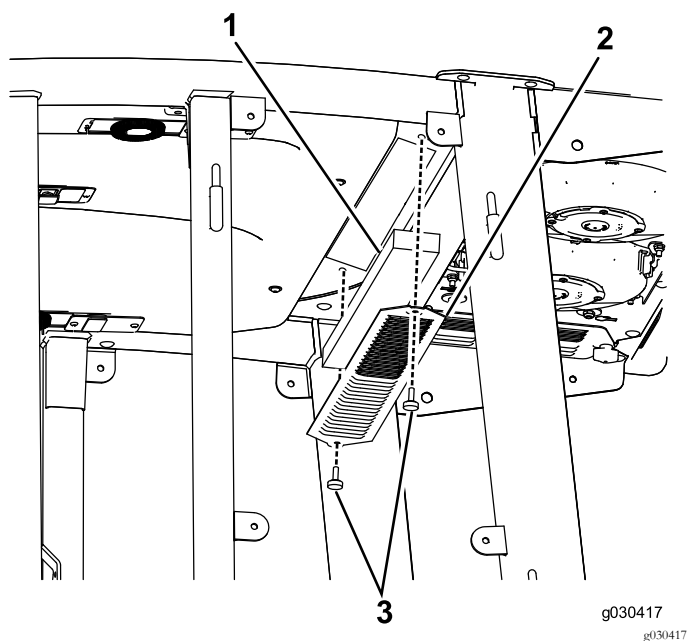

Figure 59
1. Retirez les vis à oreilles et les grilles des filtres à air intérieur et arrière de la cabine (Figure 59).